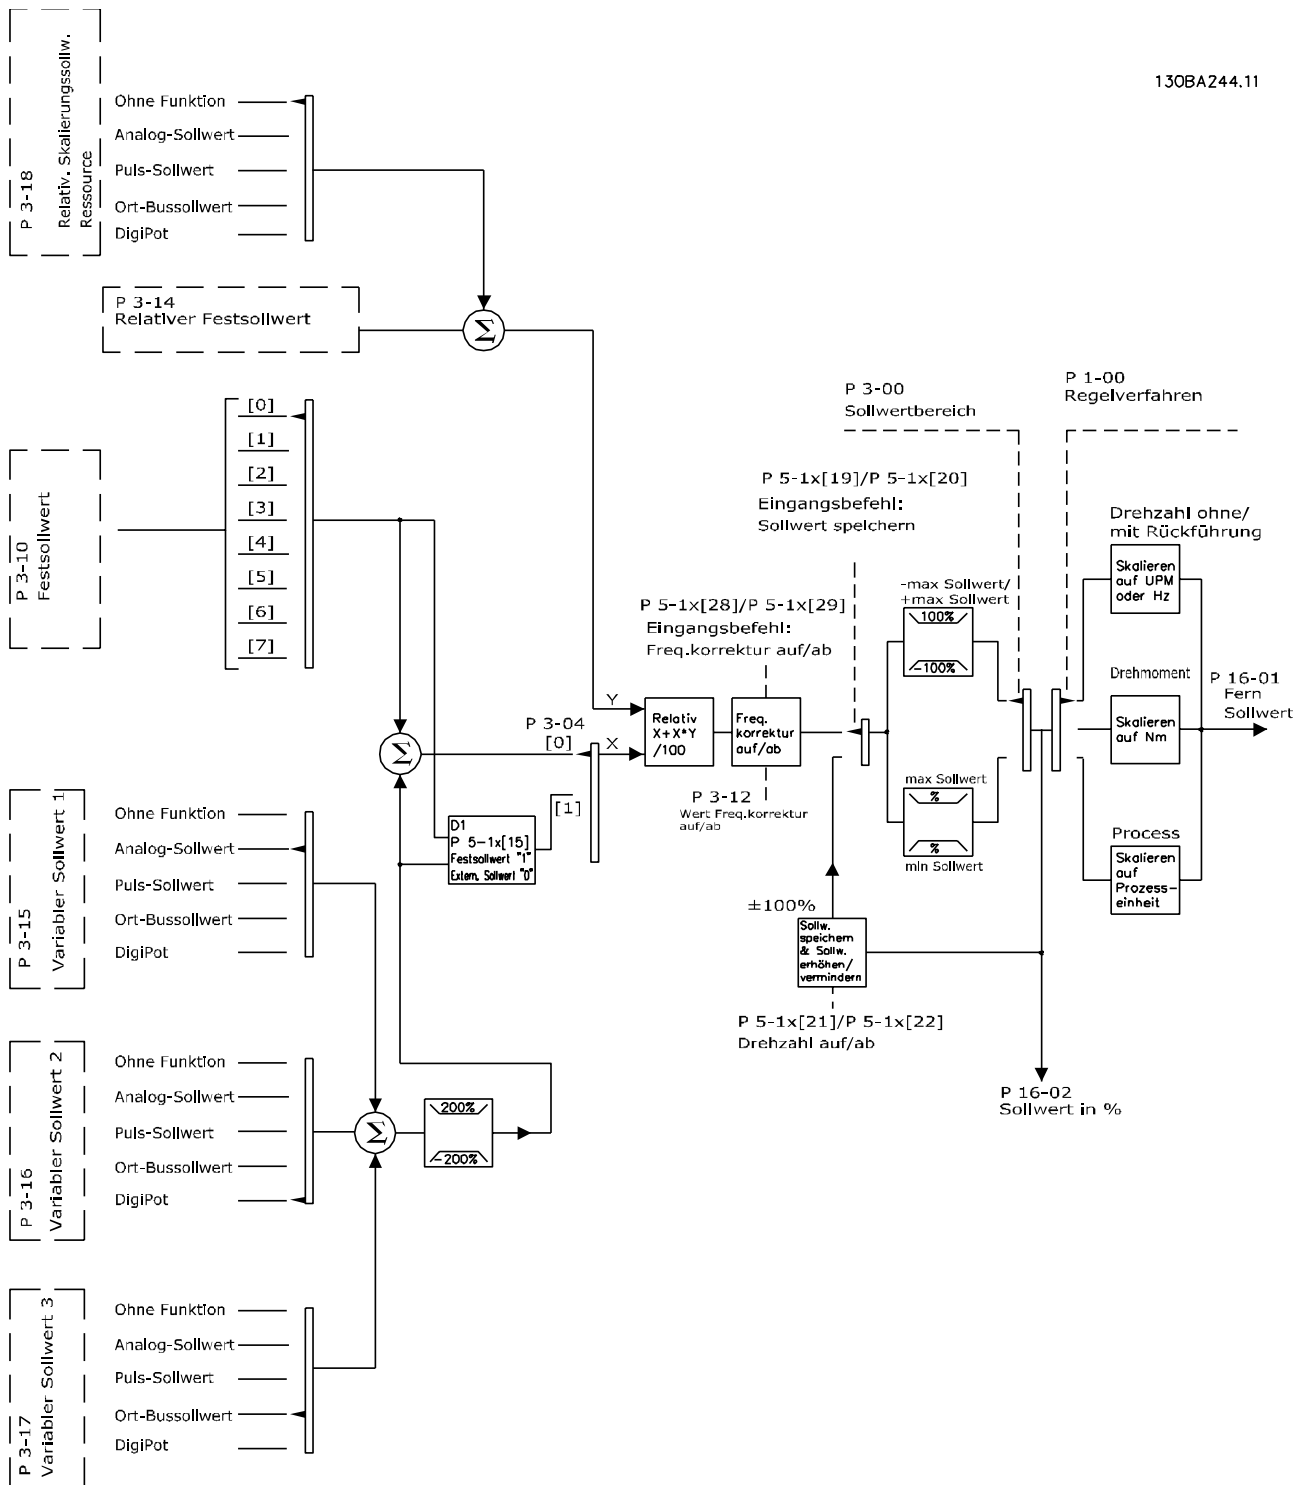

Abbildung 3.13 Fernsollwert
*Abbildung 3.13* zeigt das Sollwertsystem zur Berechnung des Fernsollwerts.